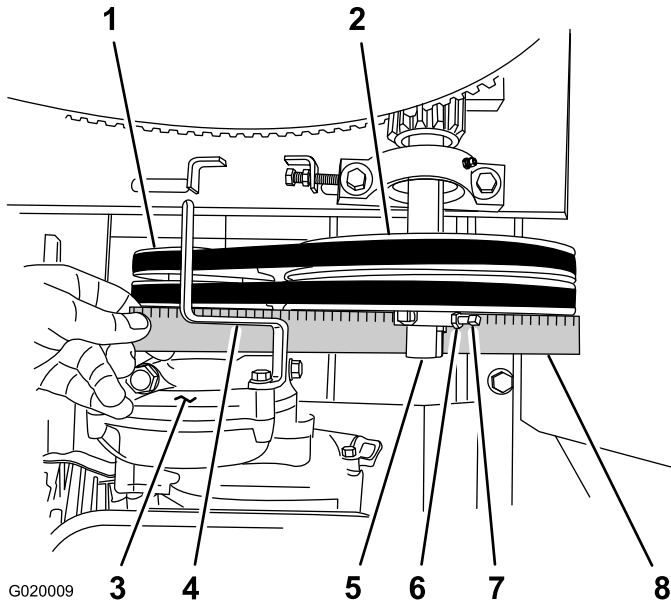

Figura 57
D. Coloque una regla sobre la polea del motor y la polea tensora (Figura 57).
- E. Si es necesario, gire el motor sobre la chapa del motor hasta que la polea del motor y la polea tensora estén alineadas con la regla (Figura 57).